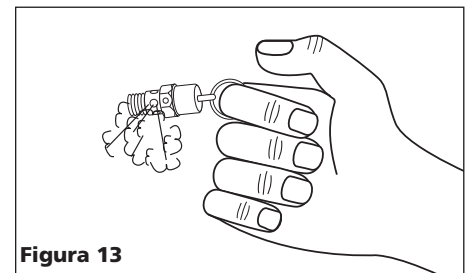

Figura 13
- b. Usando gafas de protección, tire del anillo de la válvula de seguridad para liberar la presión del tanque del compresor. Protéjase contra el aire a alta velocidad que se libera; no permita que el aire a alta velocidad quede dirigido hacia su rostro (vea la Figura 13).